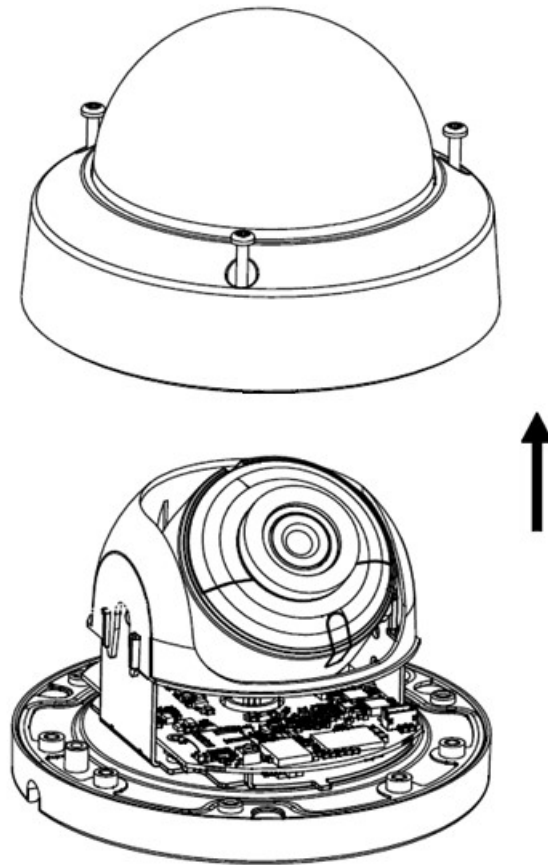

Рисунок 5. Снятие защитного купола камеры
2. Ослабьте винты на корпусе камеры и снимите защитный купол. Обращаем внимание, что нежелательно снимать транспортировочную защитную пленку с купола до окончания монтажа камеры. Направление движения для снятия купола, смотрите на рис. 5.